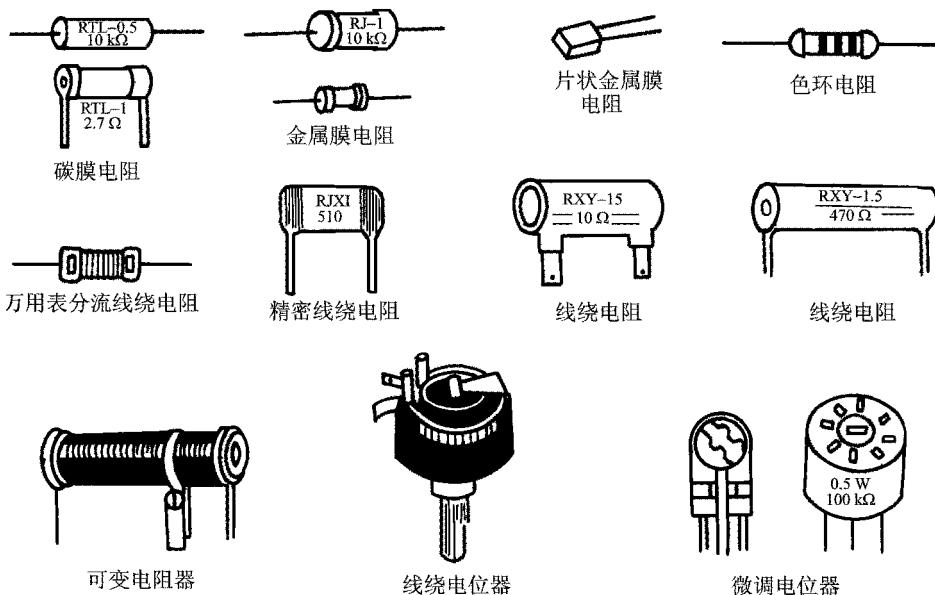

图 1-14 常用电阻器
1. 导体对电流所呈现出的阻碍作用。不仅金属导体有电阻，其他物体也有电阻。常用电阻器如图 1-14 所示。